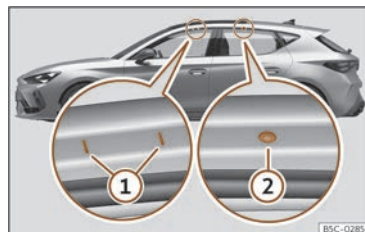

Fig. 203 Punctele de prindere pentru barele transversale pentru suportul portbagajul de acoperiș (Leon).
Valabil pentru Leon: Punctele de fixare față și spate ① și ② sunt vizibile doar când ușile sunt deschise >>> fig. 203.